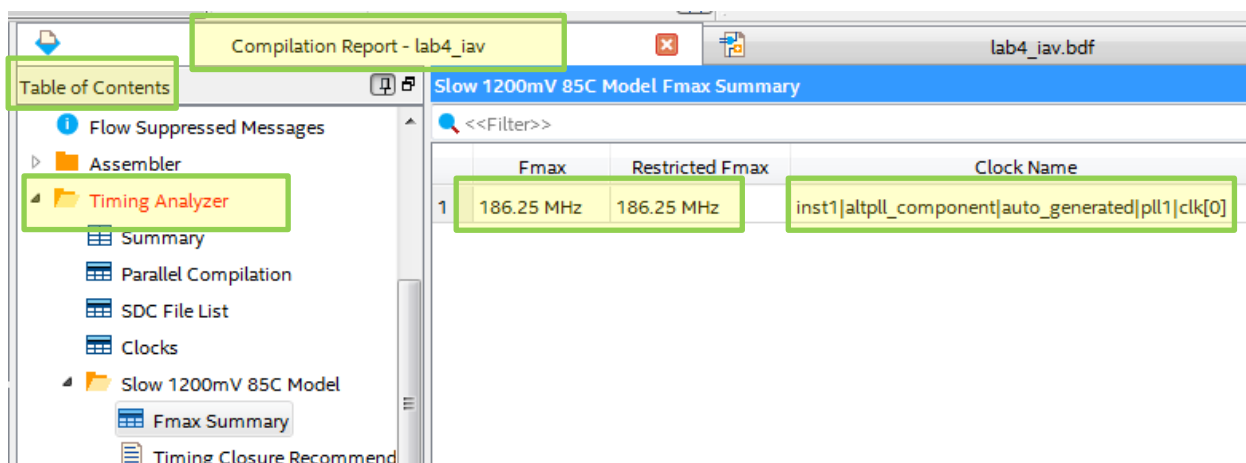

Рис. 57 Окно **Compilation Report** с результатами временного анализа проекта
11.6. В окне **Compilation Report** откройте файл **Fmax Summary** с результатами временного анализа (рис. 57).